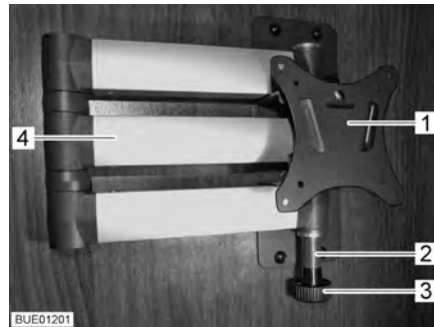

Fig. 53 Support à bras articulé
- Tirer sur le bouton de déverrouillage (Fig. 53,3). Le bras articulé (Fig. 53,4) est déverrouillé.
- Faire retourner l'écran plat dans sa position initiale jusqu'à ce que le support (Fig. 53,1) s'enclenche dans le verrouillage (Fig. 53,2).